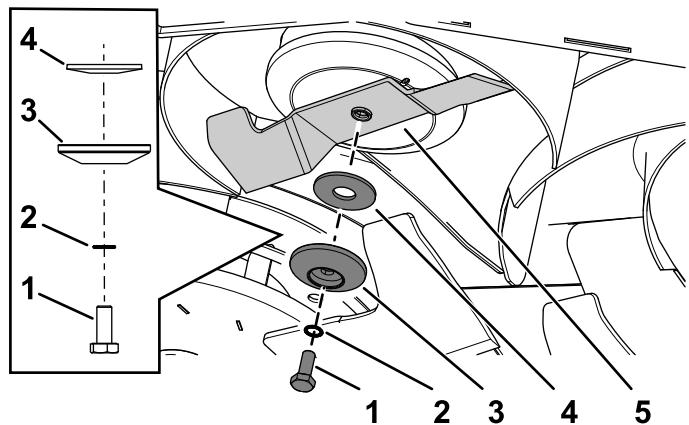

Figura 104
2. Rimuovete il bullone della lama, la rondella seghettata, il fermo della lama, la rondella curva e la lama dall'albero del mandrino (Figura 104).